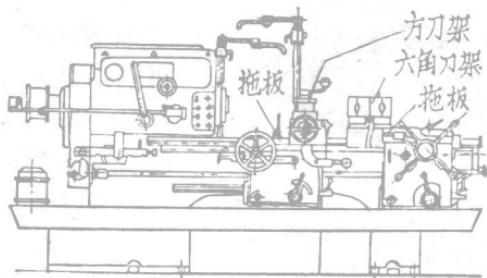

图1 六角车床
(1) 六角车床：适用于加工以棒料为毛坯的零件。它与普通车床的区别，除有方刀架外，还有可转动的六角刀架(图1)。六角车床，可以安装多种刀具，加工各种不同的零件表面，如钻中心孔、车外圆、车端面、钻孔、扩孔、镗孔、铰孔、车螺纹、滚花、切断、车沟槽、车锥体、车特形面和盘绕弹簧等。